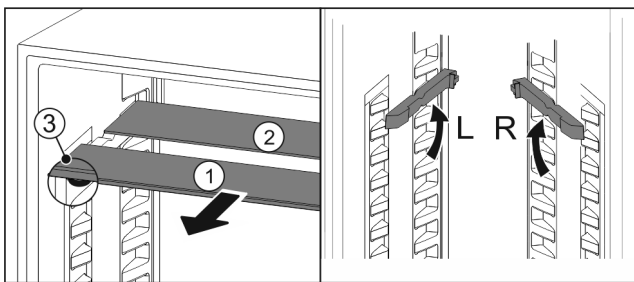

Fig. 48
- ▶ Vytiahnite sklené dosky jednotlivu dopredu Fig. 48 (1).
- ▷ Sklená doska Fig. 48 (1) s ozdobnou lištou leží vpredu.
- ▷ Zarážky Fig. 48 (3) ukazujú nadol.